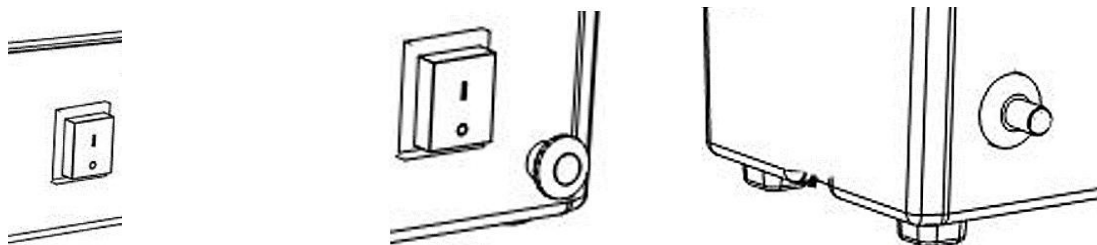

Fig. 2 Fig. 3 Fig. 4
1. Coloque el interruptor de red en "I" y compruebe que el ventilador se pone en marcha correctamente (véase la fig. 2).